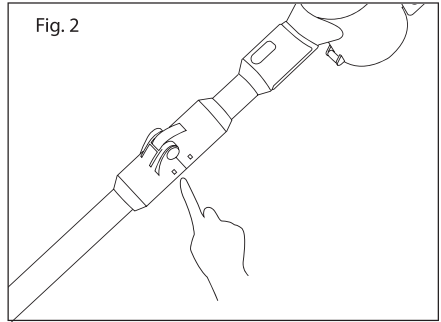

Fig. 3
Abrir la tapa de vaciado del depósito presionando el botón de apertura del depósito para abrir la tapa inferior (M) y verter su contenido en un contenedor de basura apropiado. (Fig.3)